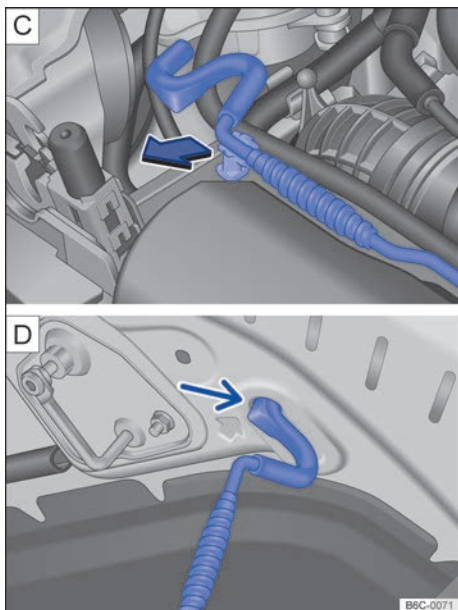

Fig. 144 **C** Varilla de sujeción de la tapa del compartimento del motor. **D** Tapa del compartimento del motor apoyada en la varilla de sujeción.
- Retirar la varilla de sujeción del soporte en el sentido de la flecha → fig. 144 **C** y colocarla en la abertura de la tapa del compartimento del motor → fig. 144 **D**.
- Retirar la varilla de sujeción del orificio → fig. 144 **D** y encajarla en el soporte del cierre → fig. 144 **C**.